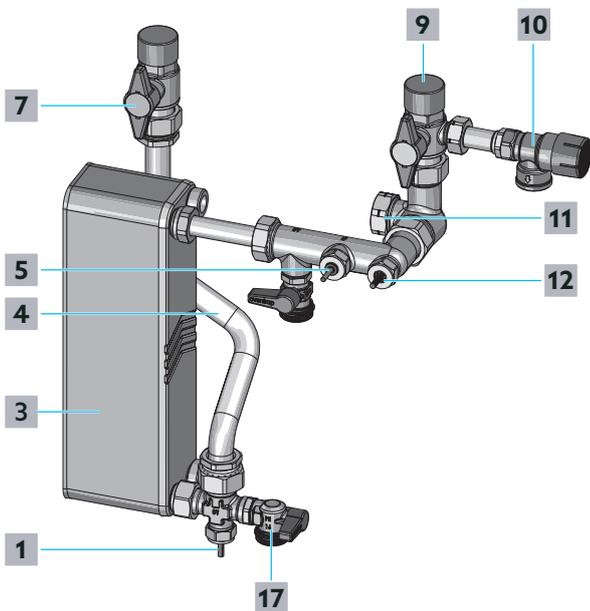

Abb. 33: Trinkwasserkreis
- 2 Schließen Sie langsam den Absperrkugelhahn Trinkwasser warm (siehe Position **7** in Abb. 33 auf Seite 52 und in Abb. 1 auf Seite 11).
- 3 Schließen Sie langsam den Absperrkugelhahn Trinkwasser kalt (siehe Position **9** in Abb. 33 auf Seite 52 und in Abb. 1 auf Seite 11).
- 4 Schrauben Sie die Verschlusskappe des unteren KFE-Kugelhahns ab (Position **17** in Abb. 33 auf Seite 52 und in Abb. 1 auf Seite 11).
- 5 Schließen Sie den Ablassschlauch für Trinkwasser an den unteren KFE-Kugelhahn an (Position **17** in Abb. 33 auf Seite 52 und in Abb. 1 auf Seite 11).
- 6 Öffnen Sie den unteren KFE-Kugelhahn (siehe Position **17** in Abb. 33 auf Seite 52 und in Abb. 1 auf Seite 11).
- 17** Schließen Sie den unteren KFE-Kugelhahn (siehe Position **17** in Abb. 33 auf Seite 52 und in Abb. 1 auf Seite 11).
- 5 Schließen Sie den unteren KFE-Kugelhahn (siehe Position 17 in Abb. 33 auf Seite 52 und in Abb. 1 auf Seite 11).